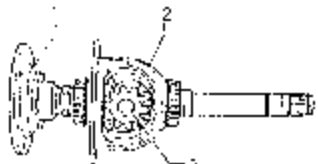

图 7-188 装入法兰轴
(5) 将太阳齿轮装到传动轴上, 并用卡环固定。
(6) 作为辅助手段, 将法兰轴装入差速器壳体内, 如图 7-188 所示。